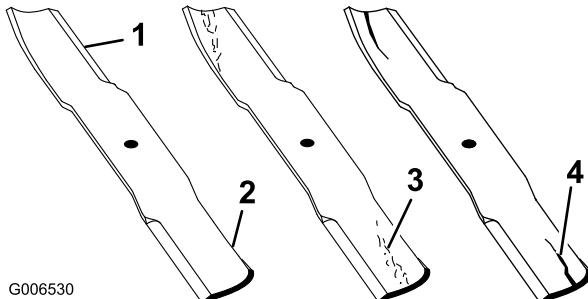

Figura 25
- Examine cuidadosamente los extremos de corte de la cuchilla, sobre todo en el punto de reunión entre la parte plana y la parte curva de la cuchilla (Figura 25).
Nota: Puesto que la arena y los materiales abrasivos pueden desgastar el metal que conecta las partes curva y plana de la cuchilla, compruebe la cuchilla antes de utilizar la máquina. Si observa desgaste (Figura 25), cambie la cuchilla; consulte Cómo retirar la cuchilla.